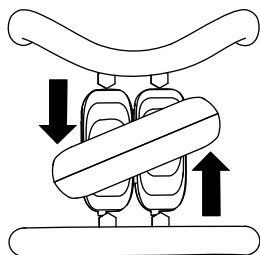

Figura 10
- Para virar para a esquerda, rode o controlo de tração no sentido contrário ao dos ponteiros do relógio (**Figura 10**).